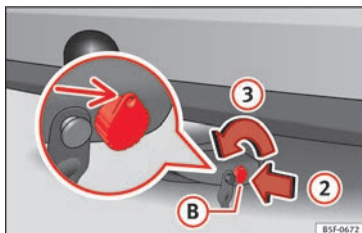

Fig. 229 Déverrouiller la serrure
- Introduisez la clé **(B)** dans la serrure dans le sens de la flèche **(2)** » fig. 229.